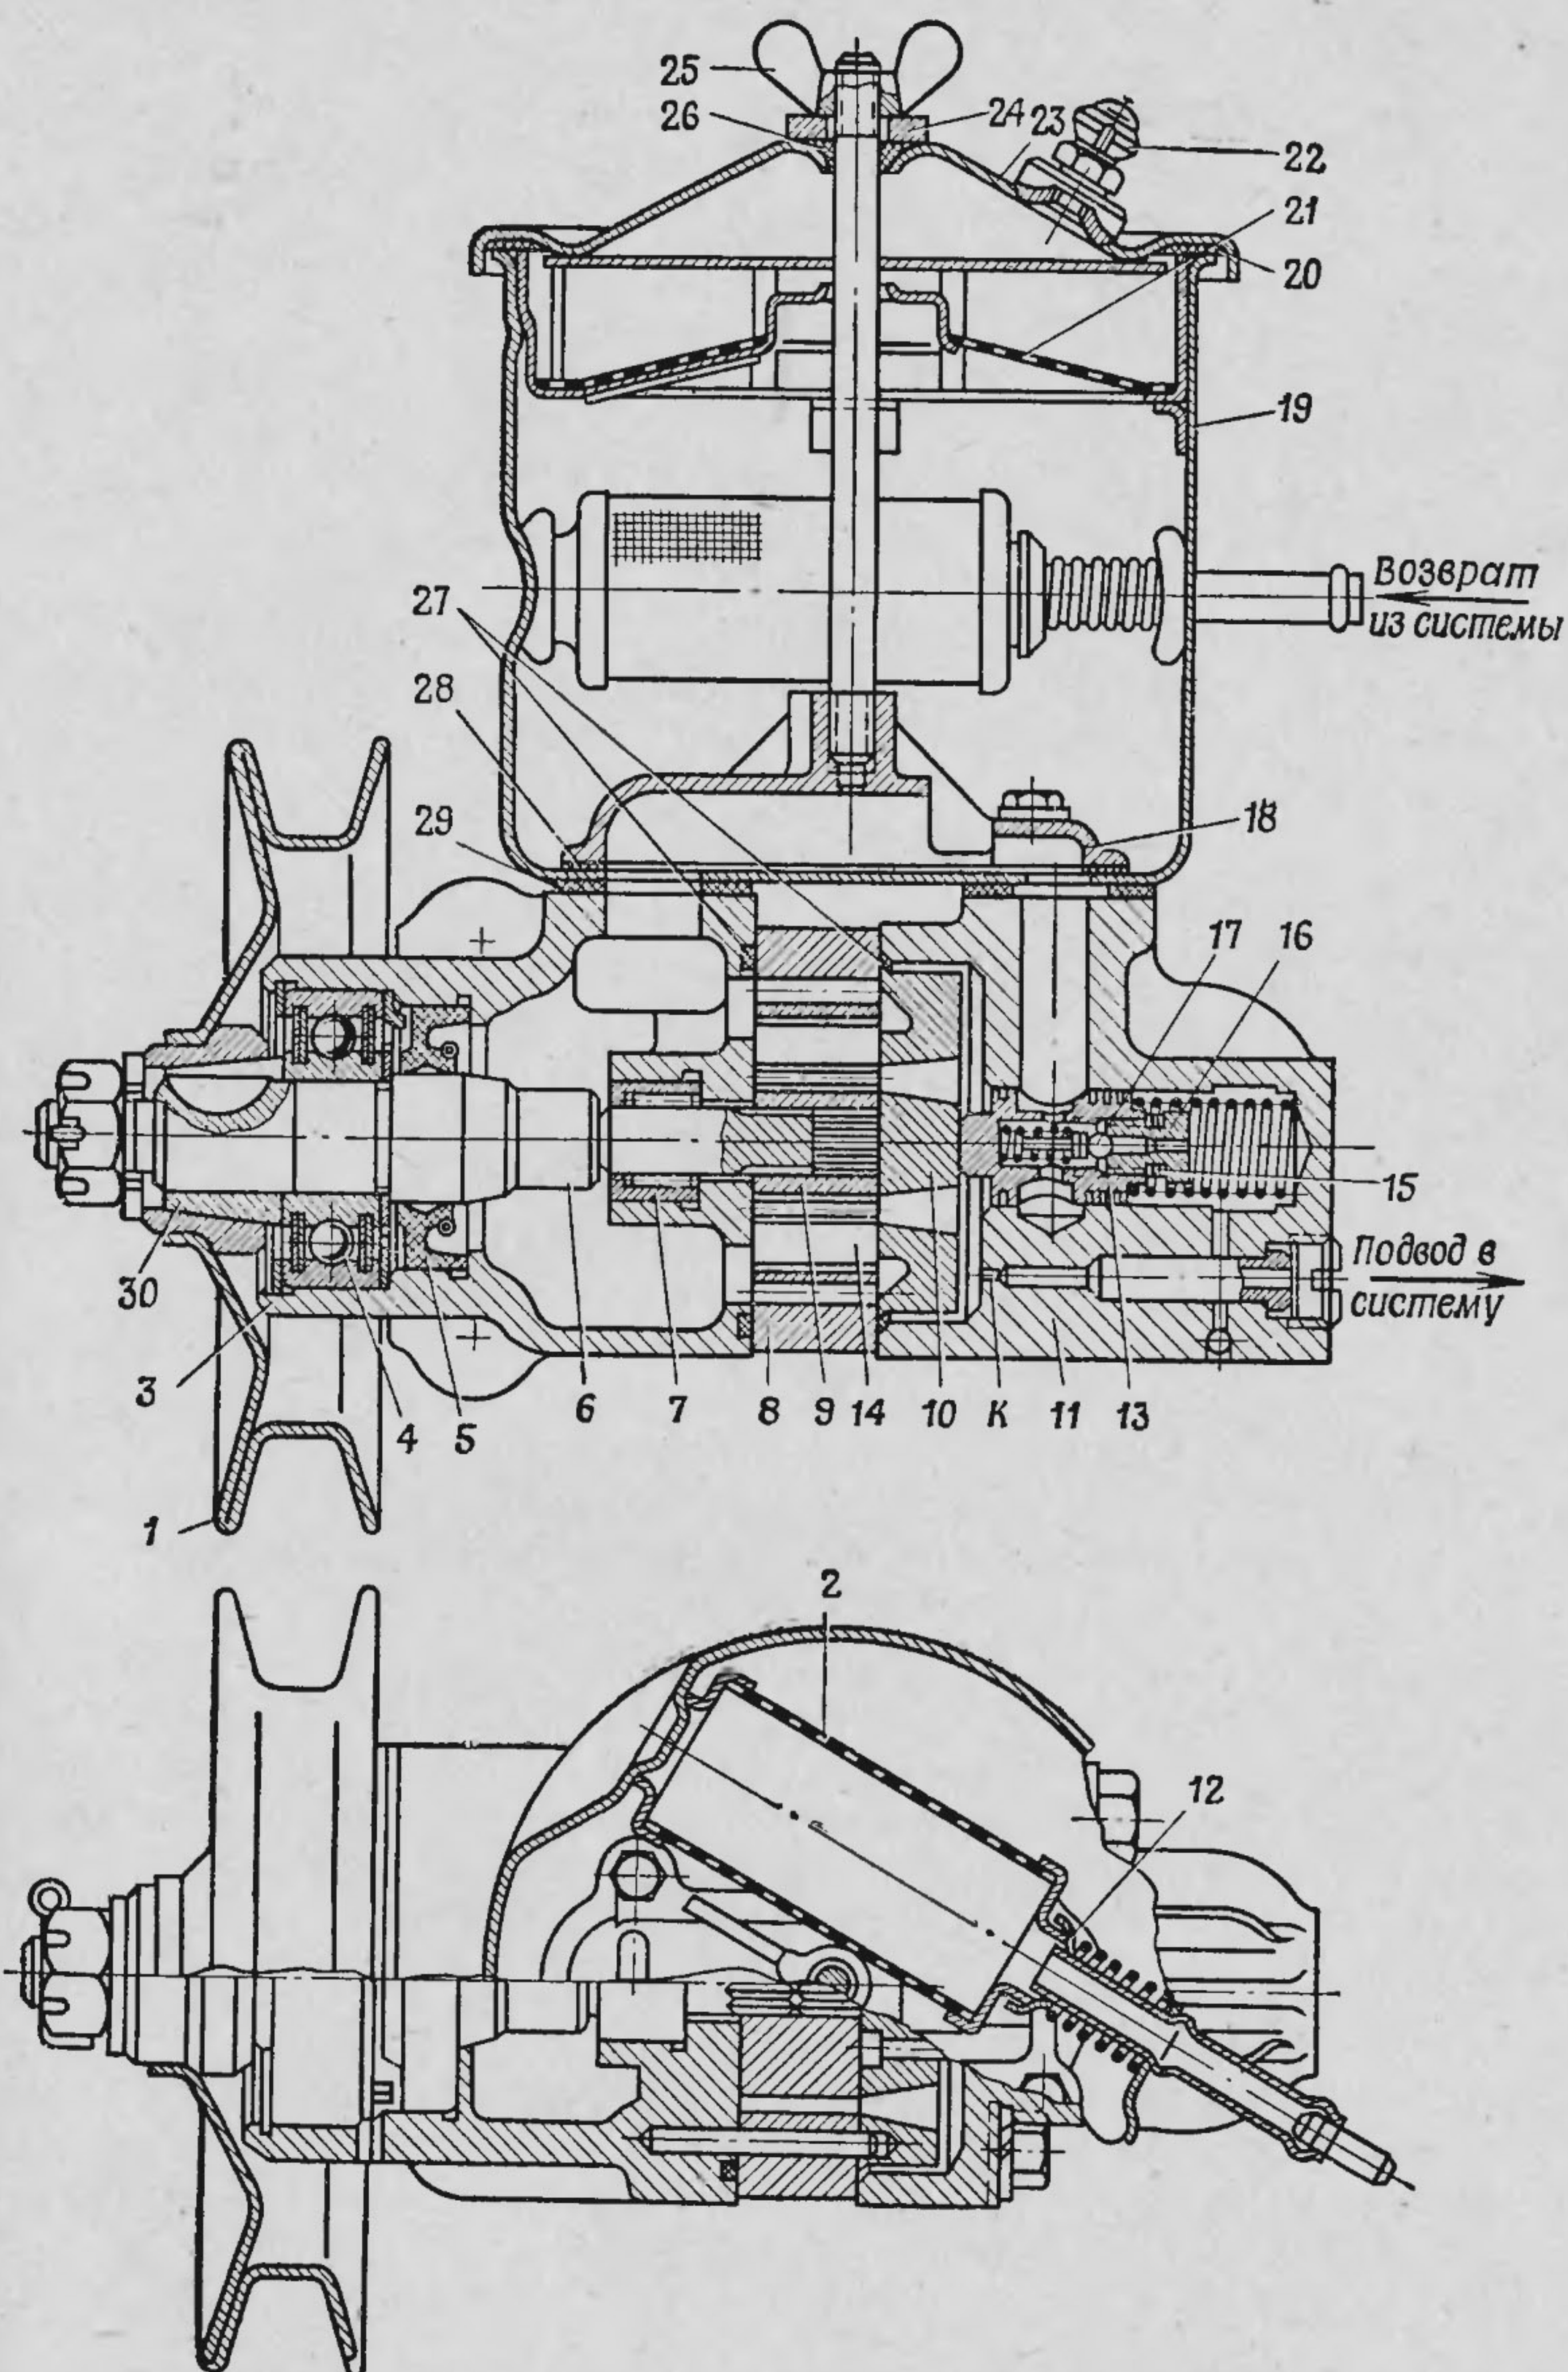

Рис. 29. Насос гидроусилителя рулевого управления:
31. Промыть фильтры 2 (рис. 29) и 21 насоса гидроусилителя рулевого механизма бензином. При сильном загрязнении фильтров для промывки применять растворитель.